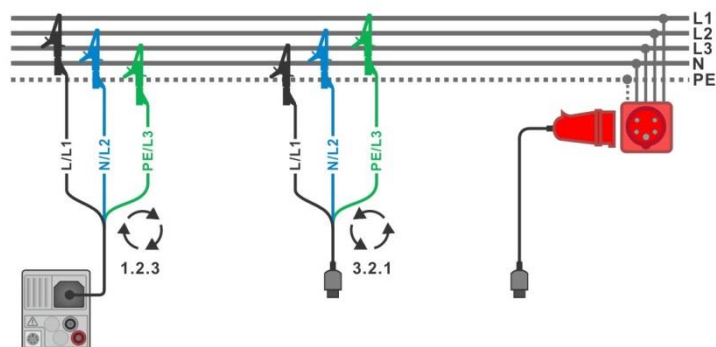
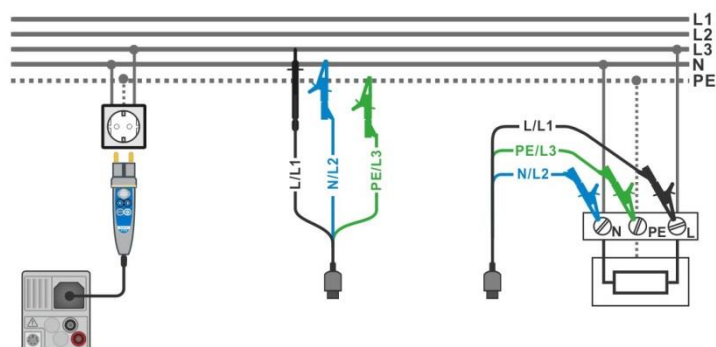

figura 7.2: Collegamento Cavo 3 fili e adattatore opzionale nel sistema trifase
figura 7.3: Collegamento di Puntale remoto e Cavo 3 fili nel sistema monofase
- › Collegare i puntali all'oggetto in prova (vedi **figura 7.2** e **figura 7.3**).